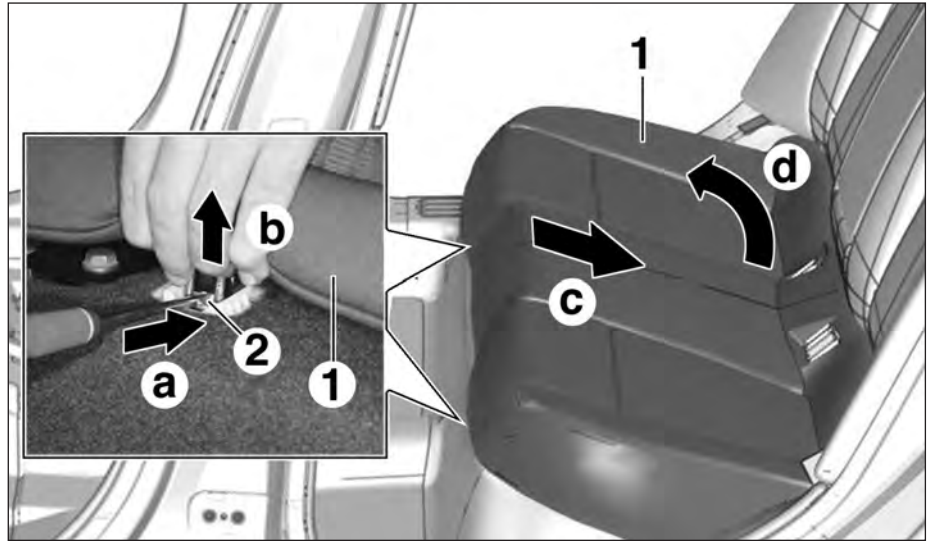

FIG.36
- Dégrafer l'assise de la banquette arrière (1) en appuyant sur l'agrafe de verrouillage (2) situées de part et d'autre de l'assise suivant la flèche (a) (Fig.36).